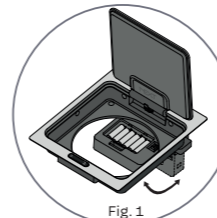

Fig. 1
1) Com 6 pilhas AA (não inclusas) que devem ser colocadas no compartimento traseiro. Este compartimento pode ser rotacionado 90° para facilitar a inclusão ou troca das pilhas por cima, (Fig. 1). Certifique-se que a lixeira esteja desligada para inclusão ou troca das pilhas. A tecla "Liga/Desliga" encontra-se ao lado do compartimento de pilhas.
1) With 6 AA batteries (not included) placed in the back compartment. This compartment can be rotated 90° to make it easier to insert or replace the batteries from above, (Fig. 1).
1) Con 6 pilas AA (no incluidas) que deben colocarse en el compartimiento trasero. Este compartimiento se puede girar 90° para facilitar la inclusión o el cambio de las pilas por la parte superior (Fig. 1).